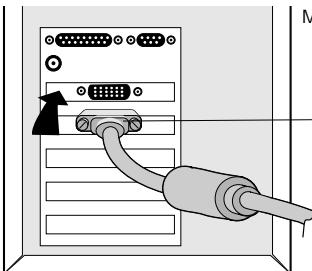

Abb. A.1
3. Schließen Sie das 15-Pin Mini D-SUB Signalkabel am Display-Karten-Anschluß in Ihrem Computer an. Ziehen Sie alle Schrauben an (Abb. A.1).